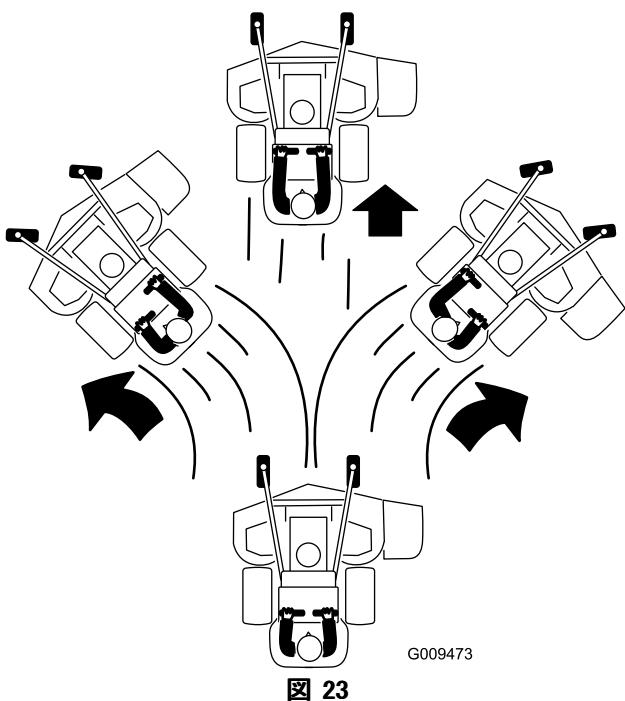

図 23
4. 走行コントロール・レバーをゆっくりと前に倒す（図 23）。